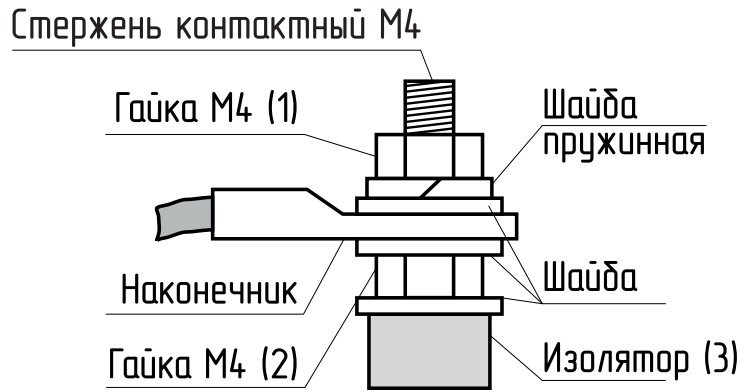

Рис.8 Присоединение проводов к выводам блок ТЭН
6.7. При замене блок ТЭН присоединение фазных проводов к выводам блок ТЭН производить согласно Рис.8. Сечение кабеля указано в табл.1.
Внимание! При закручивании гайки М4 (поз.1 Рис.8) во избежание короткого замыкания, при повреждении изоляции (поз.3 Рис.8) и последующего выхода из строя блока ТЭН необходимо зафиксировать (рожковым) гаечным ключом гайку М4 (поз.2 Рис.8). Затяжку гайки М4 (поз.1 Рис.8) производить с усилием 1,8 Нм.